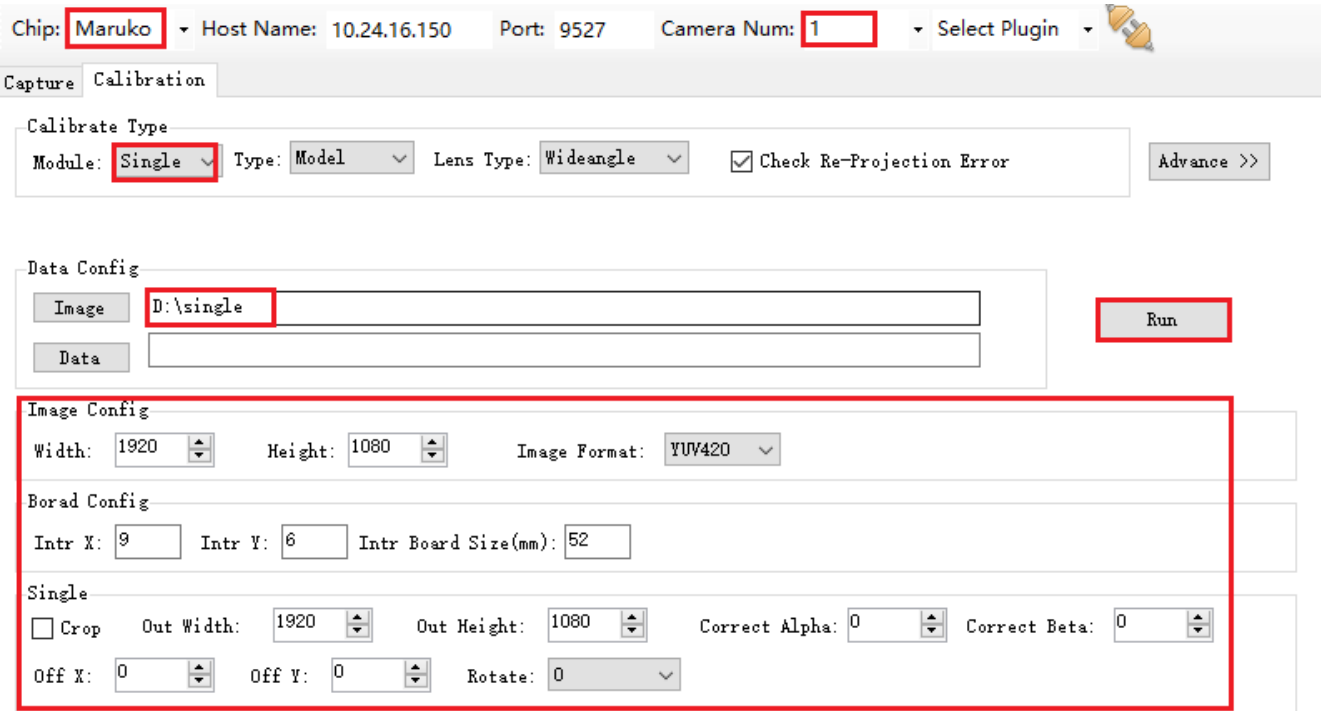

图 25 Maruko 系列芯片单相机标定步骤
- d) 按照图 25 步骤配置参数，参数含义见表 6，如果参数无法满足要求可进入高级模式；